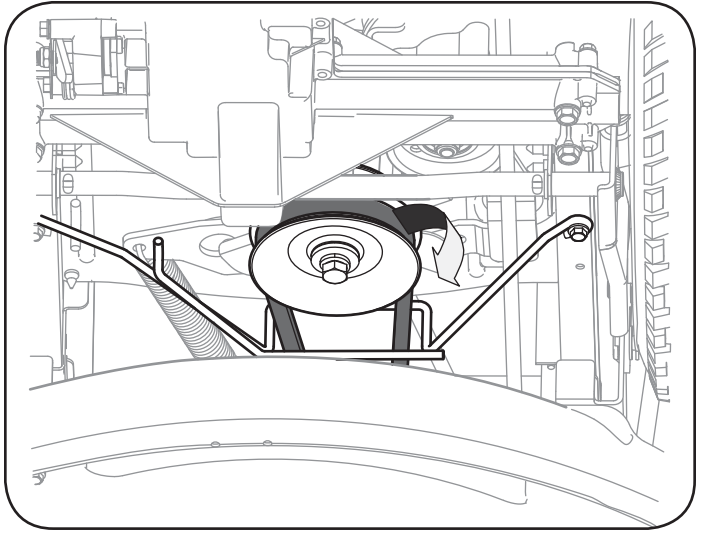

Figura 31
3. Extraiga la correa de alrededor de la polea de la PTO del tractor. Vea la Figura 31.
- Extraiga la correa de alrededor de la polea de transmisión de la PTO de la unidad como se indica en la Figura 31. Simplemente deje rodar un lado de la correa para que salga de la polea y luego debe seguir sacándola todo alrededor de la polea hasta que se suelta de la polea.
- Lleve la correa hacia el frente de la unidad, jalándola a través y hacia afuera de la ménsula del guardacorrea, como se indica en la Figura 31.
8. Pase la correa de la plataforma a través de la ménsula del guardacorrea y colóquela alrededor y sobre la polea de transmisión de la PTO, como se indica en la Figura 31.